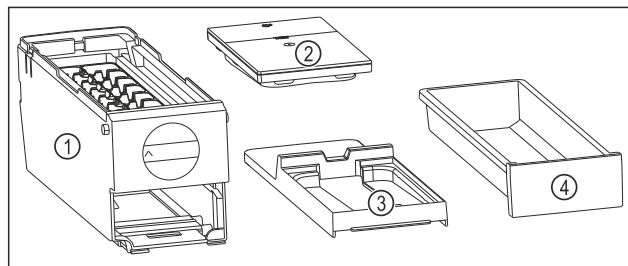

Fig. 143 Составные части EasyTwist-Ice
- ▶ EasyTwist-Ice разобран на четыре части. (см. Fig. 143)
- ▶ Разбирайте EasyTwist-Ice только на составные части, представленные на рисунке. (см. Fig. 143)
- ▶ Очищайте корпус EasyTwist-Ice Fig. 143 (1) как цельное устройство.